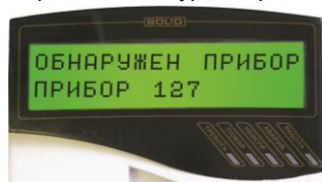

Рисунок 5
5.4.5 По окончании режима «Включение» прибор должен перейти в дежурный режим, на индикаторе пульта должны появиться сообщения об обнаружении устройства «Рупор», о сбросе устройства с сетевым адресом, соответствующим текущему адресу прибора (заводской адрес прибора 127). Если придёт несколько сообщений, накопившихся в буфере прибора, их можно «пролистать» с помощью кнопок «▼» и «▲» пульта (рис. 5).